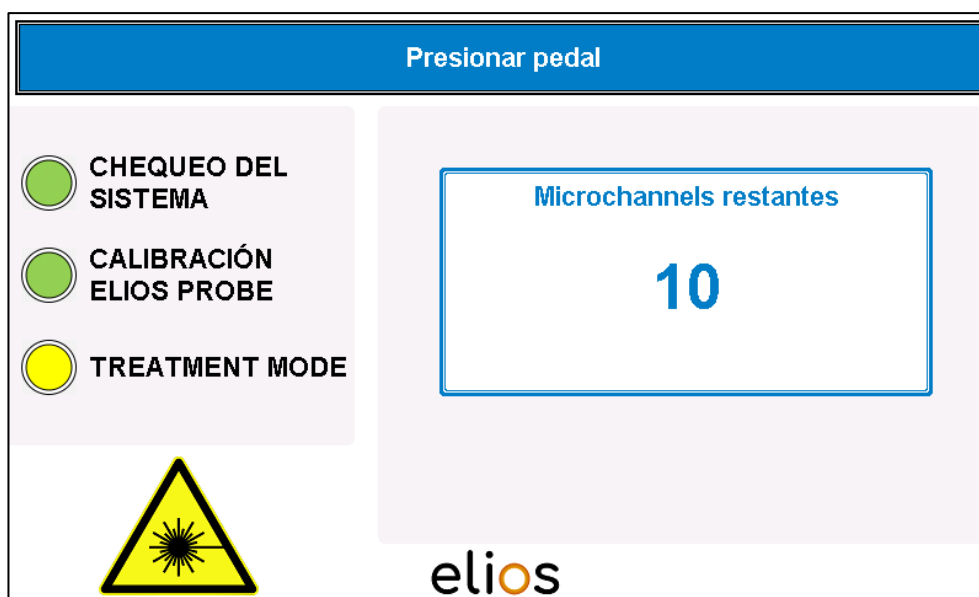

Fig. 4-15: TREATMENT MODE
- El láser se dispara **inmediatamente** con la activación del pedal, y permite aplicar un microchannel (20 pulsos) (Fig. 4-15).
- La pantalla muestra el número restante de microchannels (Fig. 4-15).